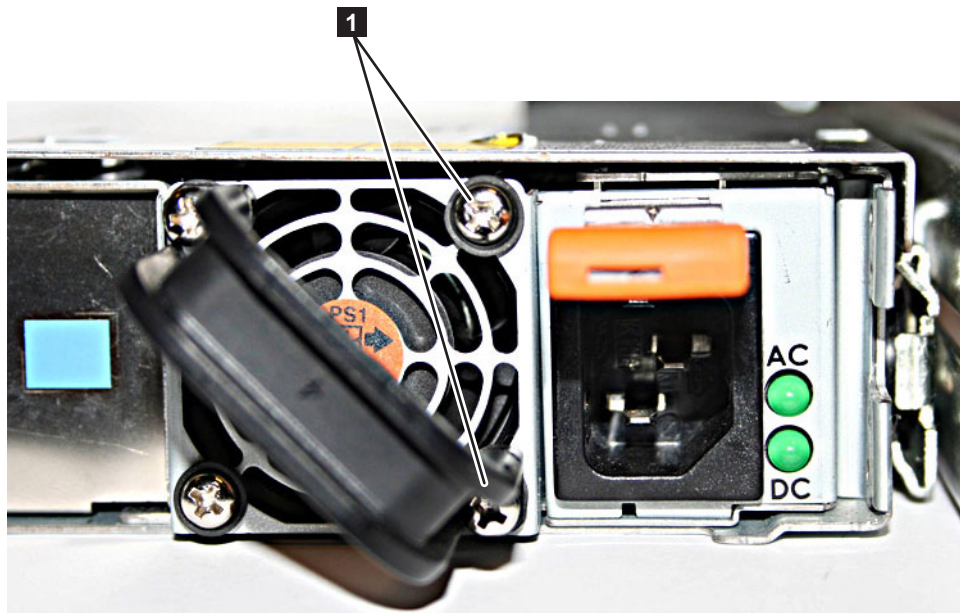

図 30. ケーブル保持ブラケットを取り付ける前の SAN ボリューム・コントローラー 2145-8G4
1. ノードの電源をオフにし、電源ケーブルを取り外し、51 ページの図 30 に示すように、電源機構ファン・ユニットを覆う背面プレートの右側の 2 つのねじ **1** を緩めて取り外します。